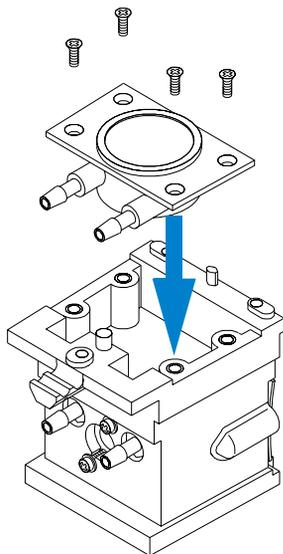

Figura 15 Instalación del módulo de agitación de la celda
- 3 Insertar el módulo de agitación de celda en el hueco de la base del soporte de celda termostatzado, ver la Figura 15.